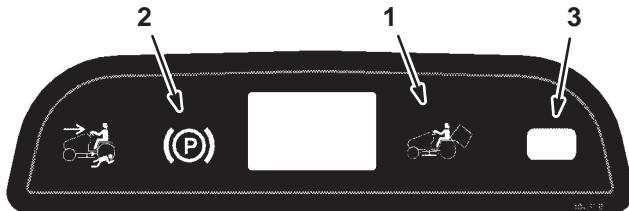

Figura 5
**Nota:** La spia del comando delle lame (PTO), sulla plancia, si accende quando innestate le lame (PDF), come illustrato nella Figura 5.